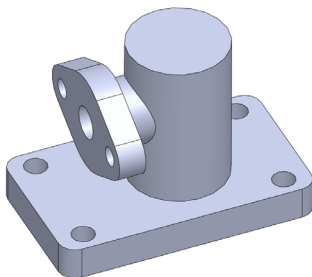

图 8-31 解压缩零件从属关系
(4) 执行操作后，即可解压缩零件从属关系，效果如图 8-31 所示。